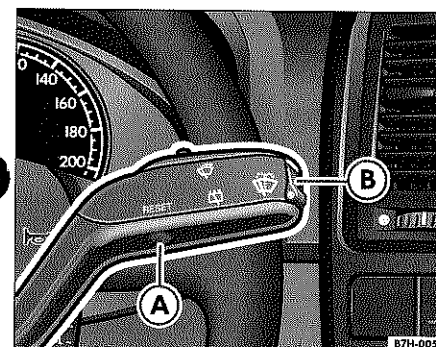

Fig. 10 Palanca del limpiavacristales: tecla A y tecla basculante B
- Con el encendido conectado, pulse brevemente la tecla ⇒ fig. 10 (A) de la palanca del limpiacristales para cambiar de una memoria a otra.
Si pulsa la tecla basculante de la palanca del limpiacristales $\Rightarrow$ página 15, fig. 10 $\textcircled{5}$ puede cambiar entre las siguientes indicaciones: